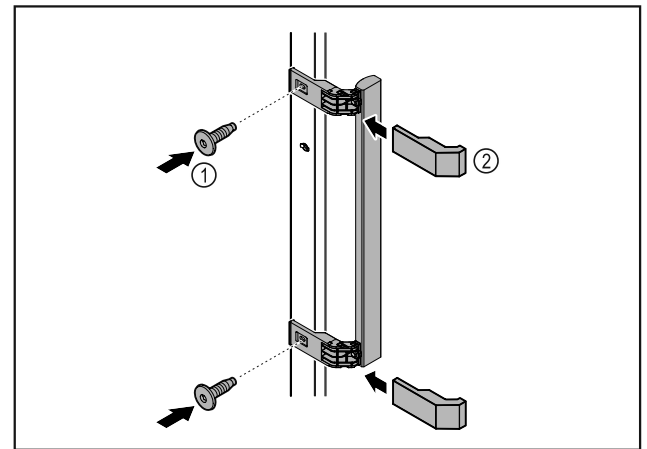

Fig. 6
- Upevnite držadlo z príslušenstva na dvere pomocou priložených skrutiek Fig. 6 (1).
- Nasadte kryt Fig. 6 (2).